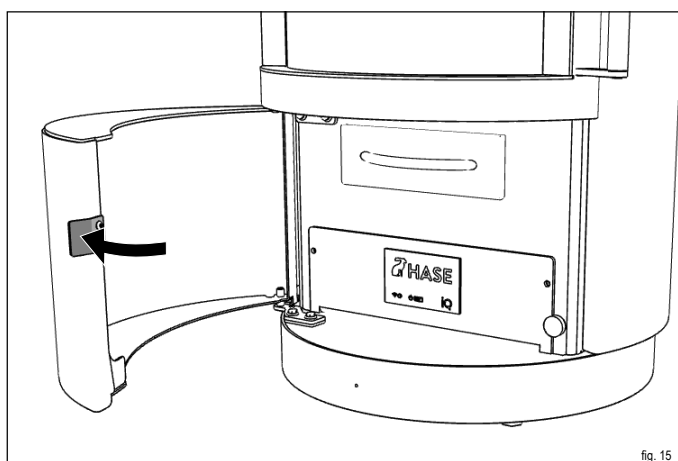

fig. 15
- ▶ **Aprire lo sportello di controllo (fig. 15).**